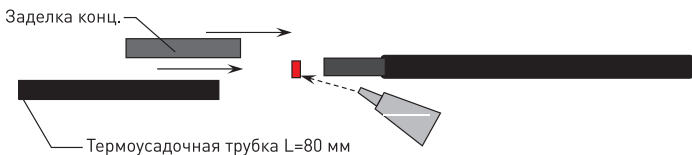

Рисунок 13
6.4. Концевую заделку V* заполнить силиконовым клеем-герметиком и надвинуть ее поверх оболочки до упора. Поверх концевой заделки надеть термоусадочную трубку длиной 80 мм (рисунок 13).